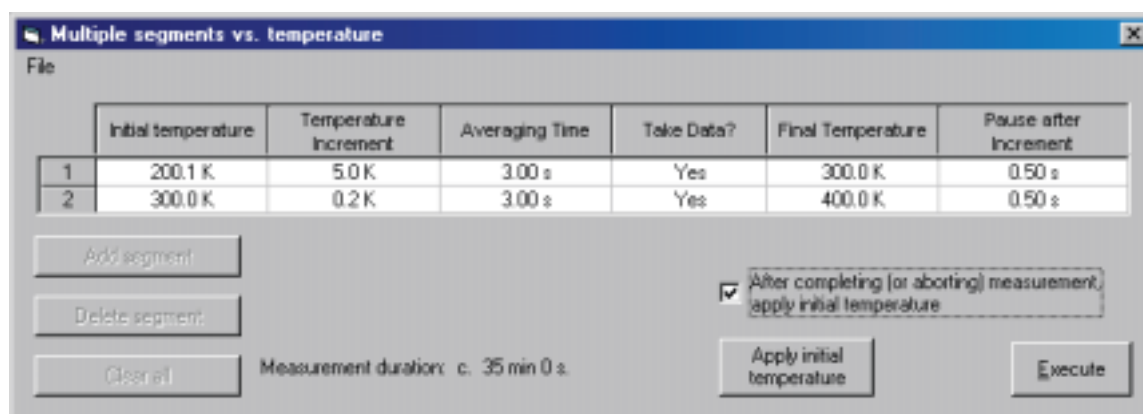

図 61 Multiple segments vs. Temperature パラメータ設定テーブル
**Multiple segments vs. temperature** は異なった温度範囲を違ったパラメータ(temperature incrementやaveraging timeなど)でdirect moment vs. temperature 測定を実行する為のものです。また、試料をアニーリングやその他の理由で、測定しないセグメントも定義可能です。Multiple Segments vs. Temperature測定を行なうために、**Main** ウィンドウの**Measurements** メニュー から**Measurements vs. temperature**を選択し、リストから**Multiple segments vs. temperature** を選択します。そして測定のために、表化されたリスト上で複数のセグメントを設定できます。(図61参照).